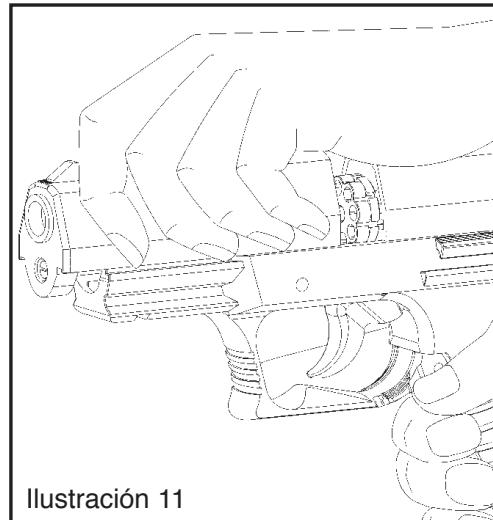

Ilustración 11
- Cierre la pistola de aire comprimido empuñando la corredera y empujandola hacia atrás hasta que engrane en su sitio (Ilustración 11).
- Cierra la corredera dejándola deslizar completamente hacia atrás hasta que encaje en su posición (Véase Punto 4.1 y Ilustración 11).